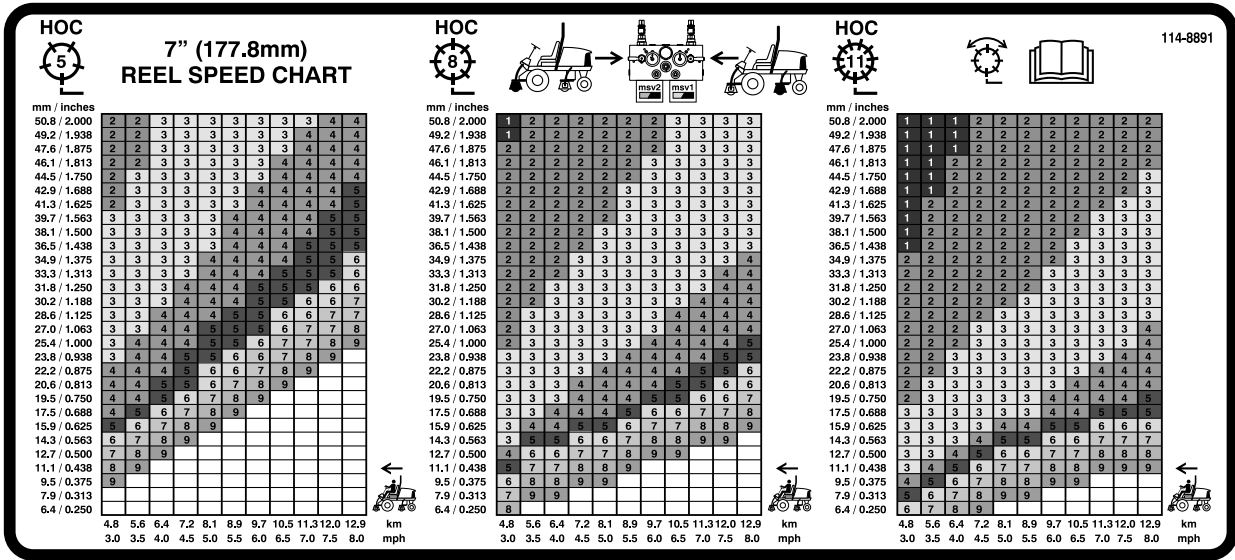
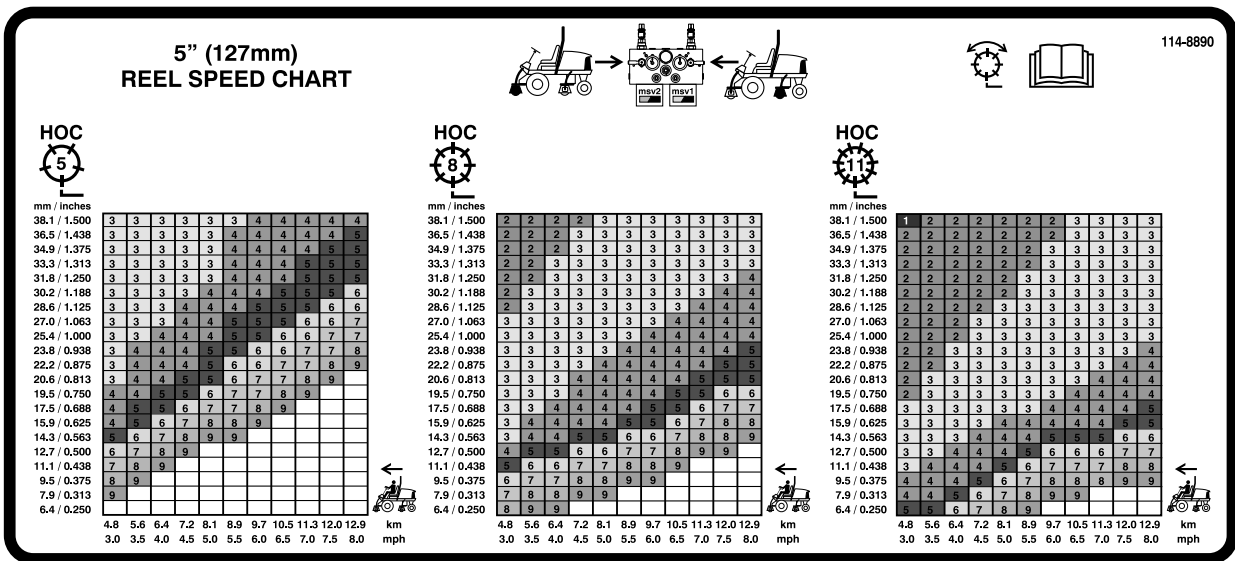

図 41
図 42
3. 7 インチリールのリールマスター 5510 と 5610 の場合には、ステッカー番号 110-0996（図 41）、5 インチリールのリールマスター 5410 の場合には、ステッカー番号 110-8923（図 42）を使用して、適切なリール速度設定を求める。